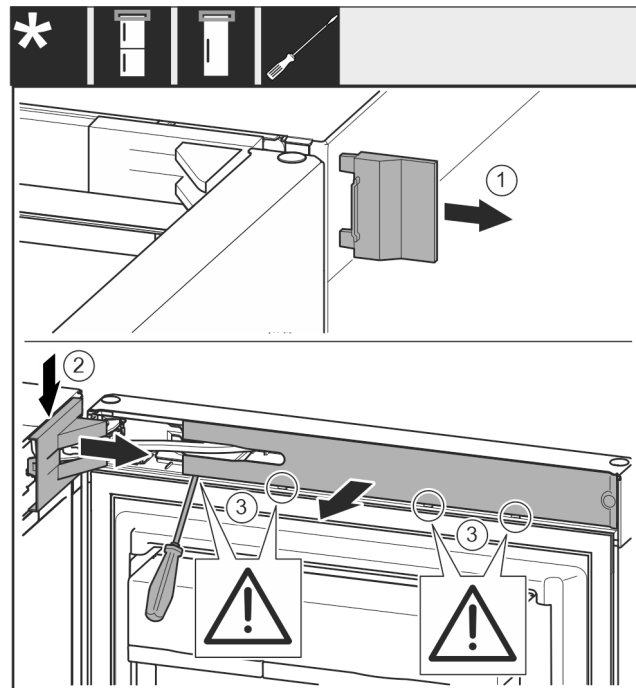

Fig. 11
- Retirer le cache Fig. 11 (1).
- Dégager et désolidariser le cache du support de palier Fig. 11 (2).
- Retirer le cache du support de palier Fig. 11 (3).
- Dégager le cache Fig. 11 (3) au moyen d'un tournevis plat et le faire pivoter sur le côté.